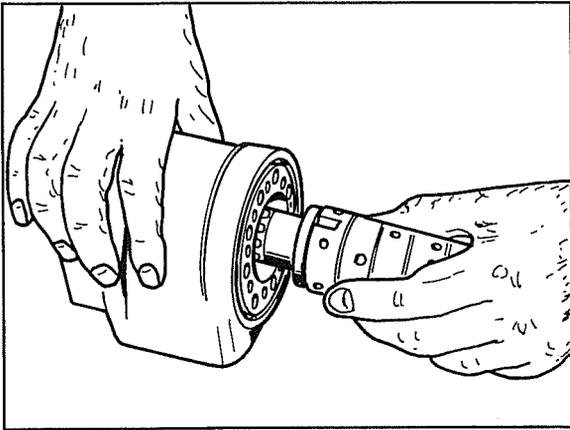

Abb. 66
- Den Verteilerzylinder auf dem Körper der Hydrolenkung stecken, wobei er angeordnet wird wie in der Abb. 66.